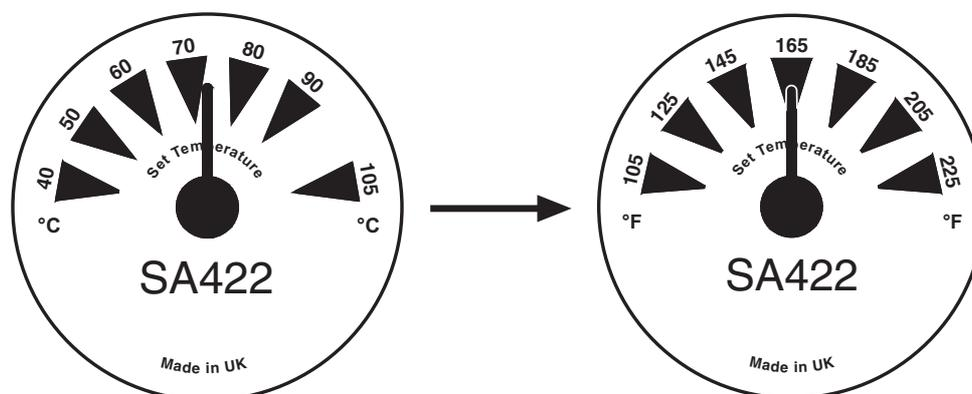

Fig. 4 Selección de la escala de temperatura °C o °F
1. Sacar el tapón(6) y usar un destornillador para colocar el indicador (3) en la marca de enmedio (1).
2. Retirar la tapa transparente (2).
3. Retirar el indicador de temperatura (3).
4. Retirar la escala indicadora de temperatura (4) y seleccionar °C o °F (Doble cara) según se requiera (Fig 4) y volver a colocar.
5. Volver a colocar el indicador a la posición de enmedio (1).
6. Volver a colocar la tapa transparente (2).